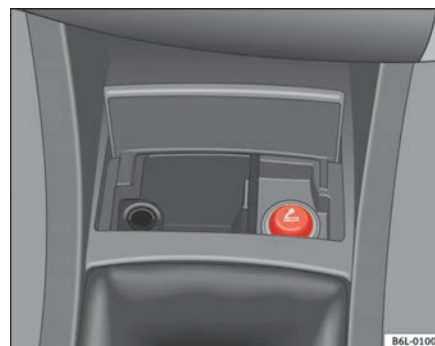

Fig. 83 Encendedor
- Presione el encendedor ⇒ fig. 83 para activarlo ⇒